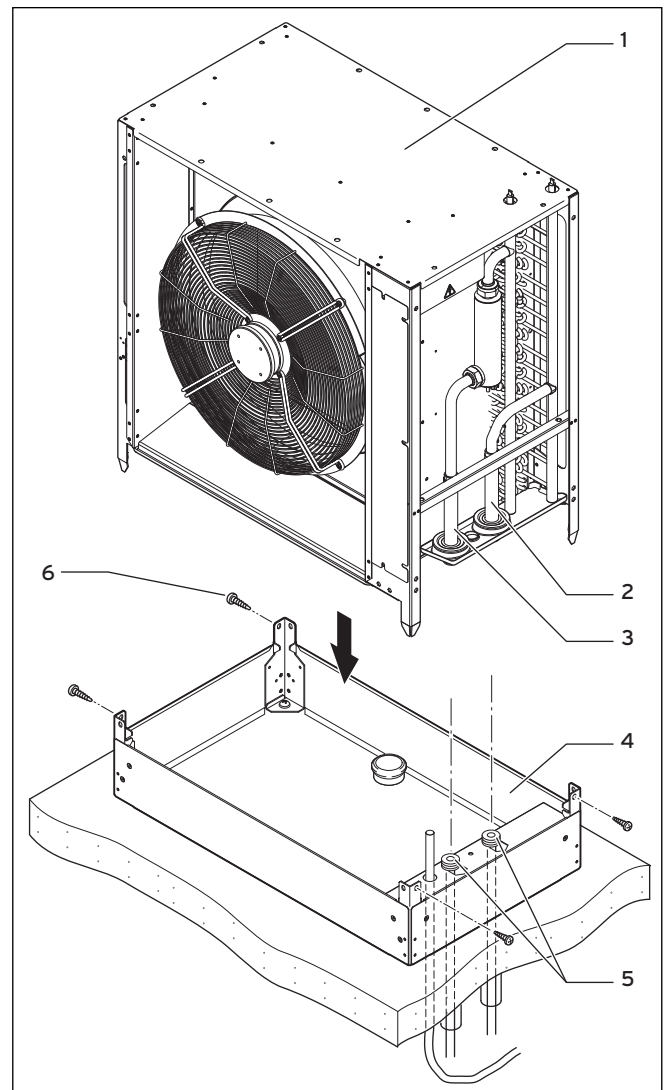

Abb. 4.15 Außeneinheit aufstellen
Legende zu Abb. 4.15
- Legen Sie die O-Ringe in die Überwurfmutter der Sole-Anschlüsse der Außeneinheit (→ **Abb. 4.15, Pos. 2 und 3**) und verschrauben Sie diese mit den Verbindungsadaptern der Soleleitungen „Sole warm“ und „Sole kalt“ des Solekreises (→ **Abb. 4.15, Pos. 5**) am Montagesockel.